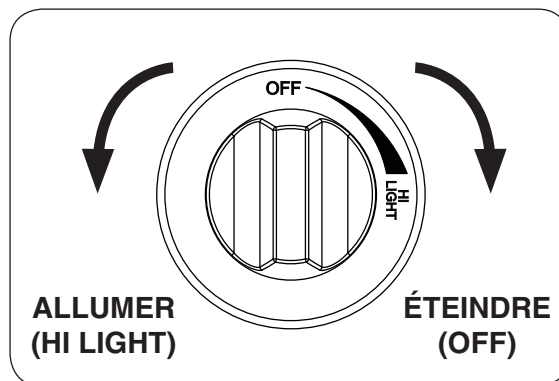

Fig. 28-2
4. **Une fois que le match est en feu et en position**, appuyer sur le bouton de contrôle du gaz et tournez dans le sens antihoraire à la position de **HI LIGHT (allumer)** (voir Fig. 28-2). Votre brûleur devrait s'allumer.
Pour éteindre le brûleur à gaz, appuyer sur le bouton de contrôle du gaz et tournez dans le sens horaire à la position **OFF (éteindre)** (voir Fig. 28-2). Assurez-vous que le bouton de commande est tourné complètement hors tension pour éviter toute fuite de gaz.